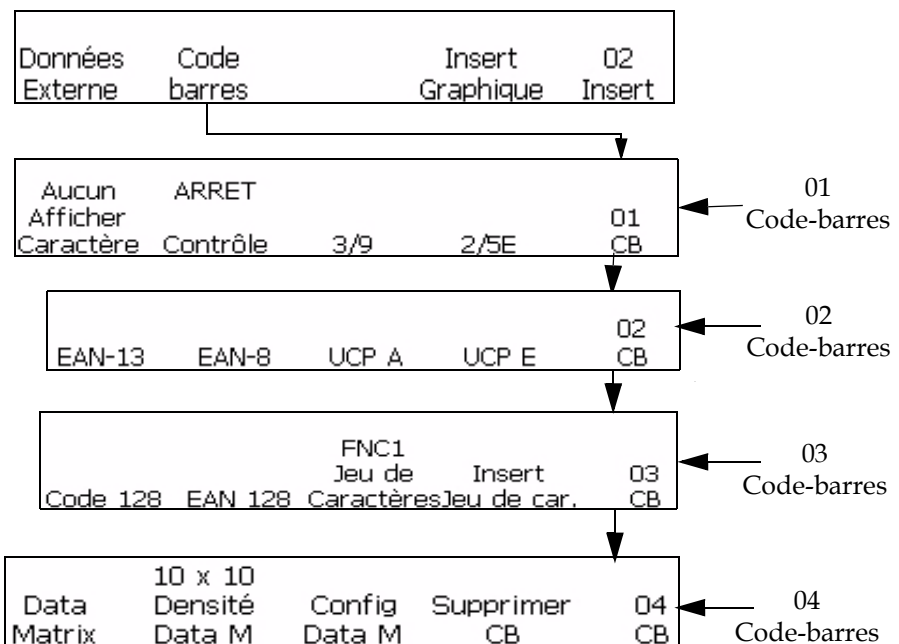

Figure 5-55: Fenêtre <04 Code-barres>
- 1 Commencer dans la Fenêtre <02 Insertion> (01 Editor > 02 Editor - Insertions > 01 Insertion > 02 Insertion). Voir Figure 5-55.
- 2 Appuyez sur la touche F2 pour sélectionner <Code-barres>. Appuyer ensuite deux fois sur F5. La fenêtre <03 Code-barres> s'affiche. Voir Figure 5-55 à la page 5-65.